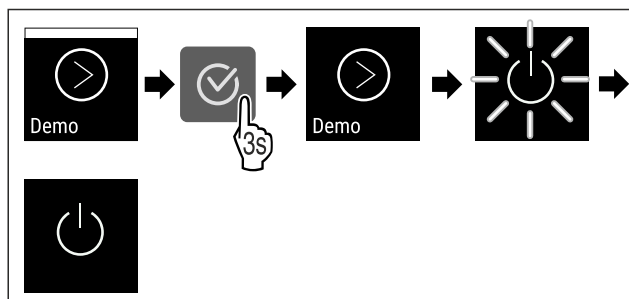

Fig. 100
- ▶ Genomför handlingsstegen (se Fig. 100) .